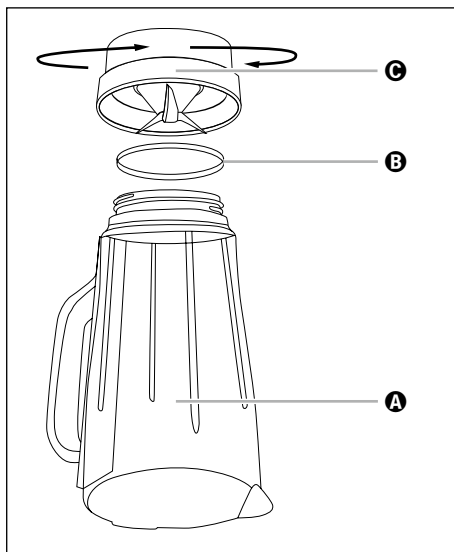

Fig. 4
- 2) Stil produktet på hovedet, og drej blenderkandens ❸ plastdel ❸ mod urets retning, så den kan løsnes fra blenderkandens ❸ glasdel ❶ (se fig. 4).
- 4) Ved behov kan du forsigtigt tage tætningsringen ❷ ud af plastdelen ❸. Rengør den i mildt sæbevand og skyl den til sidst af med rent vand.
- 6) Sæt tætningsringen ❷ rigtigt ind i plastdelen ❸ igen. Sæt blenderkandens ❸ plastdel ❸ på blenderkandens ❸ glasdel ❶ igen, og skru plastdelen ❸ fast i urets retning.